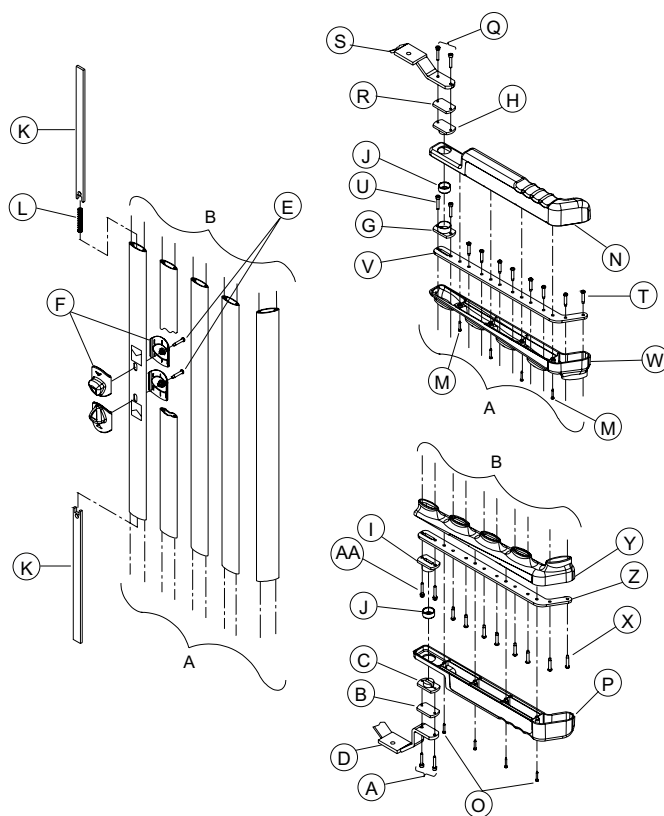

Figure 32 – Remplacement de la porte d'accès
5. À l'aide d'une clé hexagonale de 5/32 po, retirer les deux vis hexagonales (A) qui fixent l'entretoise (B) et la charnière (C) des deux portes d'accès à l'élément de structure inférieur (D) (Figure 32). Conserver toutes les pièces.
6. Déplacer l'extrémité inférieure de la porte d'accès vers la gauche ou la droite et la dégager de la charnière supérieure (H) (Figure 32). Retirer et conserver les deux portes d'accès. Conserver les entretoises et les charnières.
5. À l'aide d'une clé hexagonale de 5/32 po, retirer les deux vis hexagonales (A) qui fixent l'entretoise (B) et la moitié inférieure du mécanisme charnière inférieur (C) à la porte d'accès (Figure 32). Conserver l'entretoise, le mécanisme de charnière et les vis.
3. À l'aide d'un tournevis cruciforme n° 1, retirer les quatre vis (M) qui fixent la moitié supérieure du couvercle supérieur (O) à la moitié inférieure du couvercle supérieur (W) (Figure 32). Conserver les vis.
5. À l'aide d'un tournevis cruciforme n° 2, retirer les huit vis (T) fixant l'extrémité supérieure des montants à l'élément de structure supérieur (V) (Figure 32). Conserver les vis.
6. À l'aide d'une clé hexagonale de 5/32 po, retirer les deux vis hexagonales (U) qui fixent la charnière (G) et le dernier montant à l'élément de structure supérieur (V) (Figure 32). Retirer et jeter le couvercle supérieur.
3. À l'aide d'un tournevis cruciforme n° 1, retirer les quatre vis (O) qui fixent la moitié inférieure de la pièce de finition inférieure (P) à la moitié supérieure de la pièce inférieure (Y) (Figure 32). Conserver les vis.
5. À l'aide d'un tournevis cruciforme n° 2, retirer les huit vis (X) qui fixent l'extrémité inférieure des montants à l'élément de structure inférieur (Z) (Figure 32). Conserver les vis.
6. À l'aide d'une clé hexagonale de 5/32 po, retirer les deux vis hexagonales (A) qui fixent la charnière (I) et le dernier montant à l'élément de structure inférieur (Z) (Figure 32). Retirer et jeter le couvercle inférieur. Conserver les vis.
4. À l'aide d'un tournevis cruciforme n° 1, retirer les quatre vis (O) qui fixent la moitié inférieure de la pièce de finition inférieure (P) à la moitié supérieure de la pièce inférieure (Y) (Figure 32). Conserver les vis.
6. À l'aide d'une clé hexagonale de 5/32 po, retirer les deux vis hexagonales (A) qui fixent la moitié supérieure du mécanisme de charnière inférieur (I) à l'élément de structure inférieur de la barrière latérale (Figure 32). Jeter les moitiés du mécanisme de charnière inférieur.
8. À l'aide d'un tournevis cruciforme n° 1, retirer les quatre vis (M) qui fixent la moitié supérieure du couvercle supérieur (O) à la moitié inférieure du couvercle supérieur (W) (Figure 32). Conserver les vis.
10. À l'aide d'une clé hexagonale de 5/32 po, retirer les deux vis hexagonales (U) qui fixent la moitié inférieure du mécanisme charnière supérieur (G) à l'élément de structure supérieur de la barrière latérale (Figure 32). Conserver les vis.
11. À l'aide d'une clé hexagonale de 5/32 po, retirer les deux vis hexagonales (Q) qui fixent l'entretoise (R) et la moitié supérieure du mécanisme charnière supérieur (H) à l'élément de structure supérieur de la barrière latérale (S) (Figure 32). Jeter le mécanisme de charnière supérieur. Conserver l'entretoise et les vis.
4. À l'aide d'un tournevis cruciforme n° 2, retirer les deux vis (E) le bouton de déblocage (F) (Figure 32). Jeter le bouton de déblocage. Conserver les vis.
5. À l'aide d'un tournevis cruciforme n° 2, retirer les huit vis (T) qui fixent l'élément de structure supérieur (V) aux quatre montants (Figure 32). Conserver les vis.
6. À l'aide d'une clé hexagonale de 5/32 po, retirer les deux vis hexagonales (G) qui fixent la charnière et l'élément de structure au dernier montant (Figure 32). Conserver les vis.
8. À l'aide d'un tournevis cruciforme n° 2, retirer les deux vis (E) du bouton de déblocage (F). Retirer les deux barres de verrouillage (K) et le ressort de compression (L) du montant (Figure 32). Jeter les barres de verrouillage et le ressort de compression. Conserver les vis.